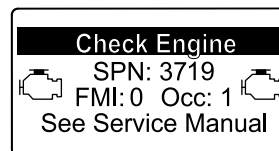

Figure 58
- Si une régénération d'urgence est nécessaire, l'InfoCenter affiche l'avertissement moteur SPN 3719, FMI 16 (Figure 58) et le calculateur moteur réduit la puissance du moteur à 85 %.